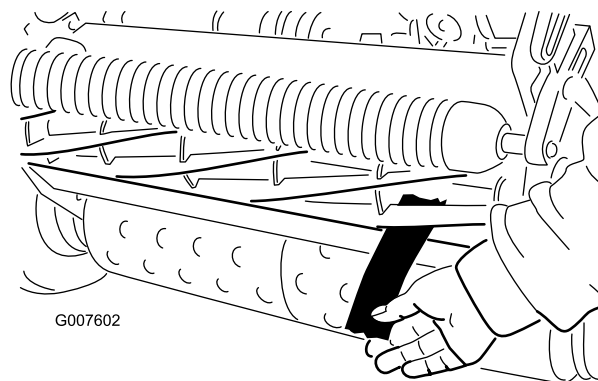

図 47
11. 切れ味確認用のペーパーを一枚、リールと下刃との間に、下刃に対して直角になるように差し入れて、カッティングユニットの切れ味をテストする 図 47。ゆっくりとリールを回転させるこれで紙が切れれば合格である。